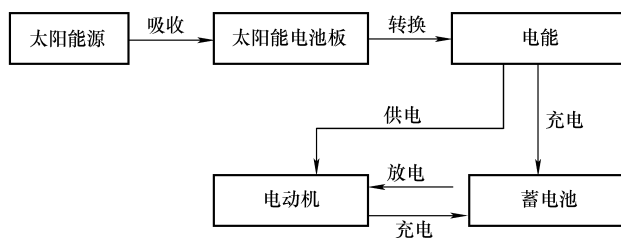

图 1-19 太阳能汽车结构和工作原理
(1) 定义 太阳能汽车 (英文 Solar Energy Automobile) 就是利用太阳能作为能源行驶的汽车, 具有节能、安全、环保的特点。
(2) 结构和工作原理 太阳能汽车主要是由太阳能电池板、储能装置和电机三大系统组成, 其结构和工作原理如图 1-19 所示。光照射在电池板上产生电流, 通过峰值功率跟踪仪以及蓄电池的充电控制器输送至蓄电池存储或直接送给电动机工作, 然后驱动汽车行驶。